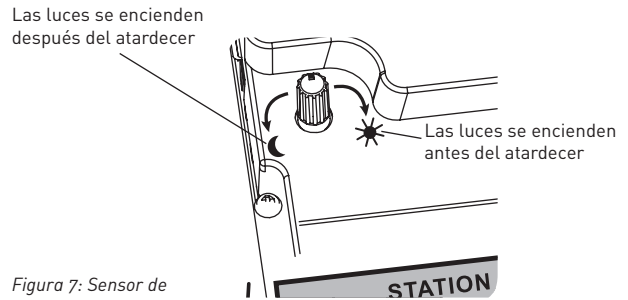

Figura 7: Sensor de iluminación Selector de ajuste
- Si desea que el sensor de luz encienda las luces al inicio de tarde, gire el selector de ajuste del sensor de luz en el sentido de las agujas del reloj hacia el sol. Si desea que el sensor de luz encienda las luces al final de la tarde, gire el selector de ajuste del sensor de luz en el sentido contrario a las agujas del reloj hacia la luna. (Consulte la Figura 7).